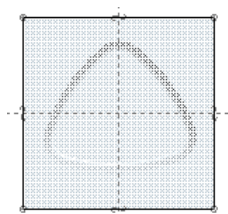

图 19.2.4 截面草图
③ 绘制截面草图。进入截面草绘环境后, 系统弹出的“参考”对话框, 选取 NC_ASM_RIGHT 基准面和 NC_ASM_FRONT 基准面为草绘参照, 单击 **关闭(C)** 按钮。使用  **投影** 命令绘制图 19.2.4 所示截面草图。完成特征截面的绘制后, 选择工具栏中的“确定”按钮 。